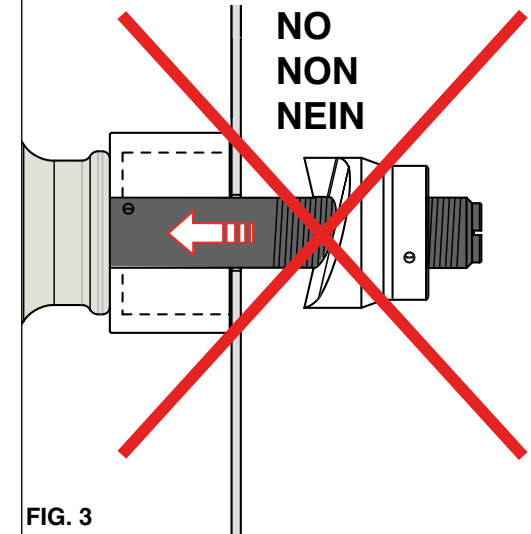

FIG. 3
2.3) Stanzung (siehe Bild 3 und 4)
Prima di procedere alla foratura (Rif. a Fig. 3):